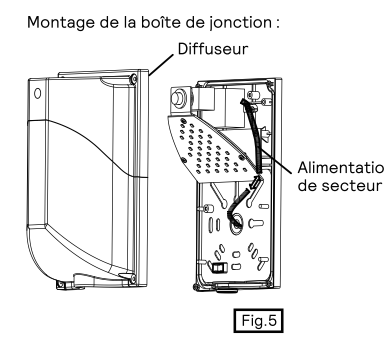

Fig.5
4. Effectuer les connexions d'alimentation (voir le dessin de câblage). Verrouiller fermement le diffuseur sur la plaque arrière. Vous assurer que le dessus et le dessous sont orientés correctement en vous basant sur la marque de l'écran (Fig. 5/6)